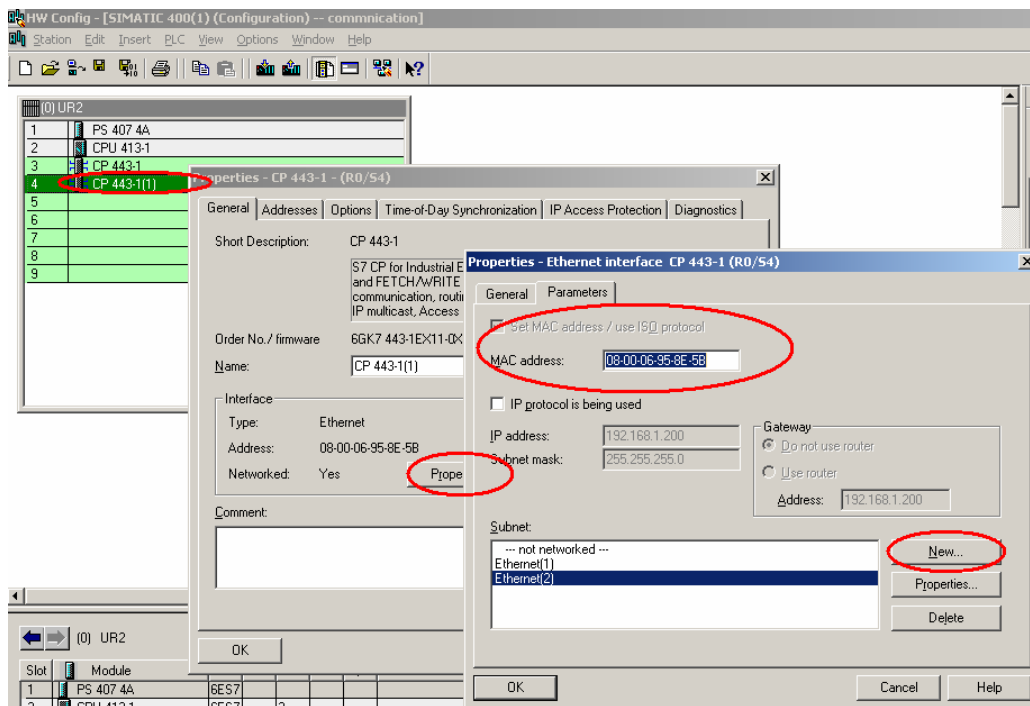

图 4.4
在 CP343-1 (1) 通讯模块上双击，会弹出 Properties-CP443-1 的属性对话框，在对话框中点击 Properties... 按钮，弹出属性对话框，激活 “Set MAC address/use ISO Protocol”，在 MAC address 下设置通讯板卡的 MAC 地址，如图 4.4 所示，该地址可以在物理通讯板卡端口处标签上查看。